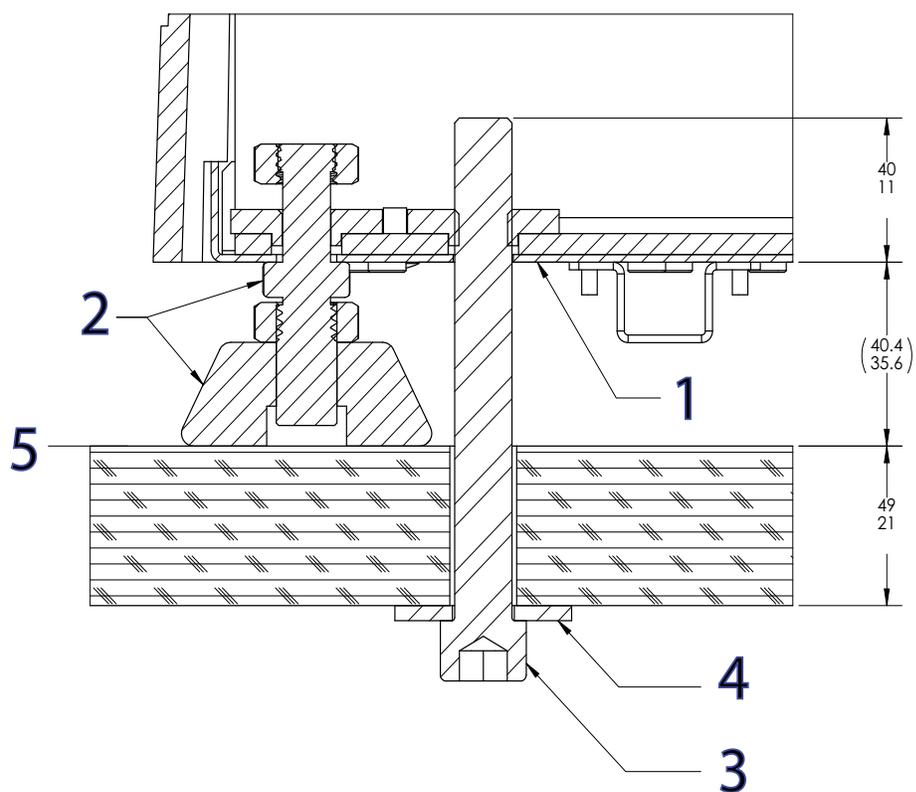

図13. フレームをテーブルに固定します。
説明 図 13
3. 62 ページの図 13 に示すように、各ボルトと特大ワッシャーを取り付けます。